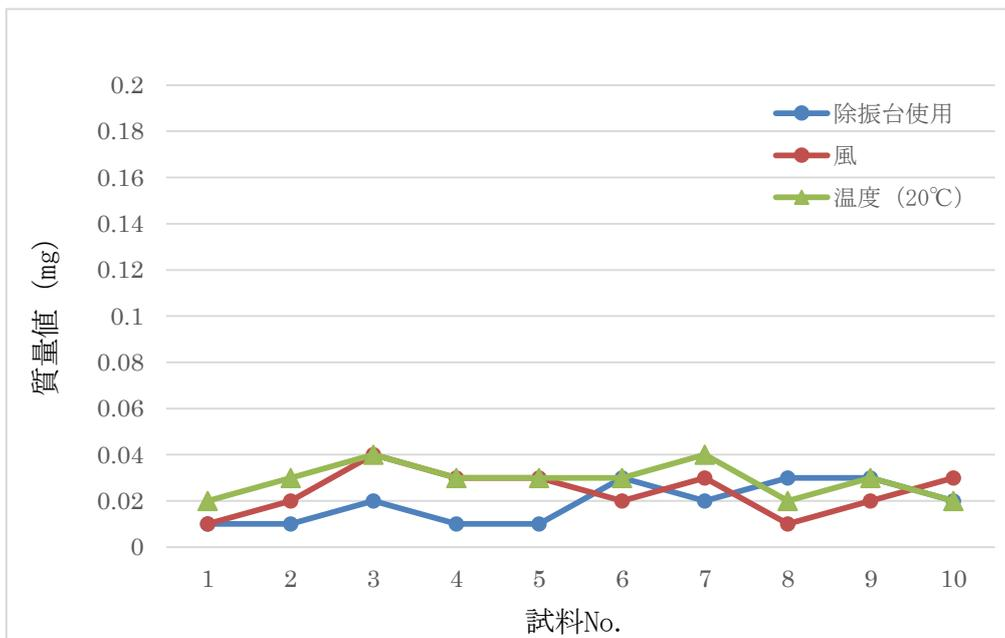

図.2 誤差因子による質量値の変動（風及び温度）
3.1 の測定条件下で、除振台使用時の誤差因子として局所排気装置の作動に伴う風及び室温(20℃)による影響を検証した。その質量値には図. 2 に示すとおり有意差が認められなかった。